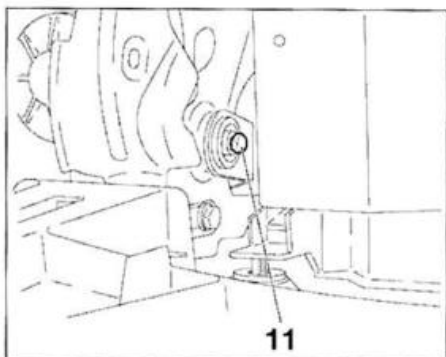

FIG. 17
- Desmontar el tornillo (10).
- el tornillo (11) (fig. 17),
- las tuercas (7),